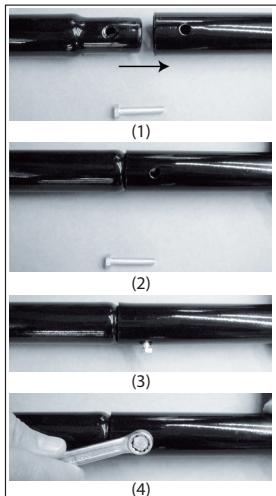

Fig. 03
- Lösen Sie zuerst die an der unteren Hebelstange seitlich angebrachte Sechs-kantschraube SW10 (Fig.03(1)) und fügen die obere und untere Hebelstange ineinander und sichern sie die Verbindung mit der Sechs-kantschraube (Fig.03(2/3/4))